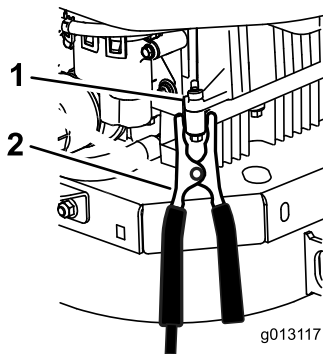

図 51
6. 最後の接続を、救援される側のエンジンブロックに行くバッテリーのマイナス端子ではなく。この状態で、バッテリーからはなれる 図 51。